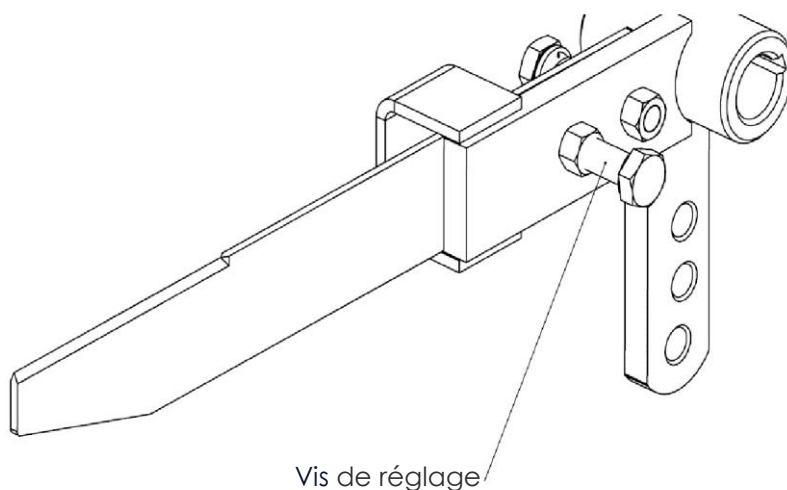
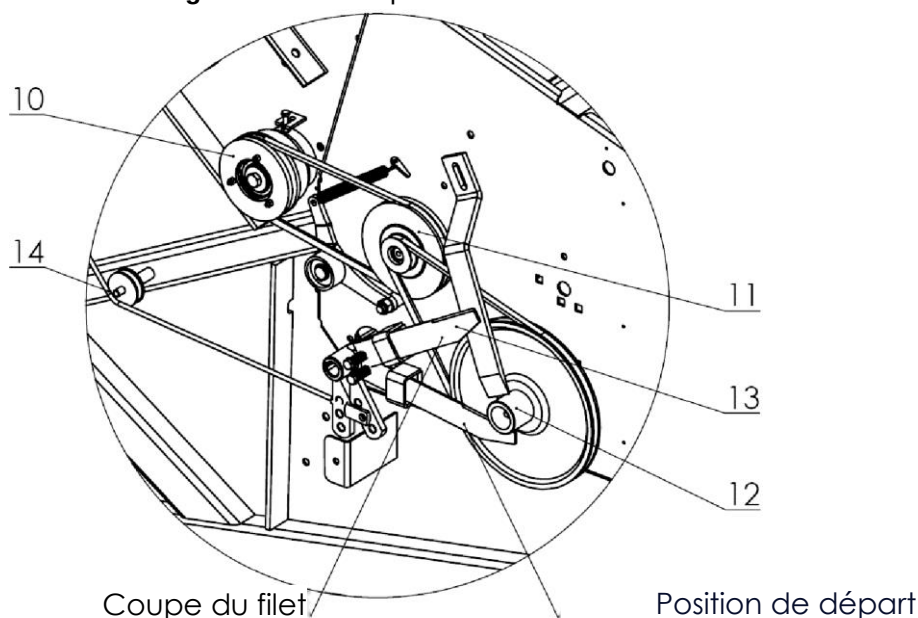

Figure 16. Emplacement du couteau de mesure
Figure 17. Réglage du nombre de tours d'enrubannage – vis de réglage
La longueur d'enrubannage avec du filet peut être déterminée à l'aide de la vis de réglage (figure 16). En vissant la vis de réglage, le couteau de mesure (13) s'éloigne de la poulie (12), ce qui réduit le nombre de tours d'enrubannage comme indiqué sur la figure 17. Le nombre de tours d'enrubannage doit être déterminé en fonction des conditions de récolte. Le nombre de tours d'enrubannage recommandé par le fabricant est compris entre 1,5 et 2,5 tours par balle.
La position du couteau de mesure (13) dans la presse à balles est indiquée sur la figure 17. Lorsque le couteau de mesure commandé par un mouvement de rotation (12) glisse hors du filetage du moyeu du porte poulie, il déclenche un couteau qui frappe la contre-lame et coupe le filet d'enrubannage.